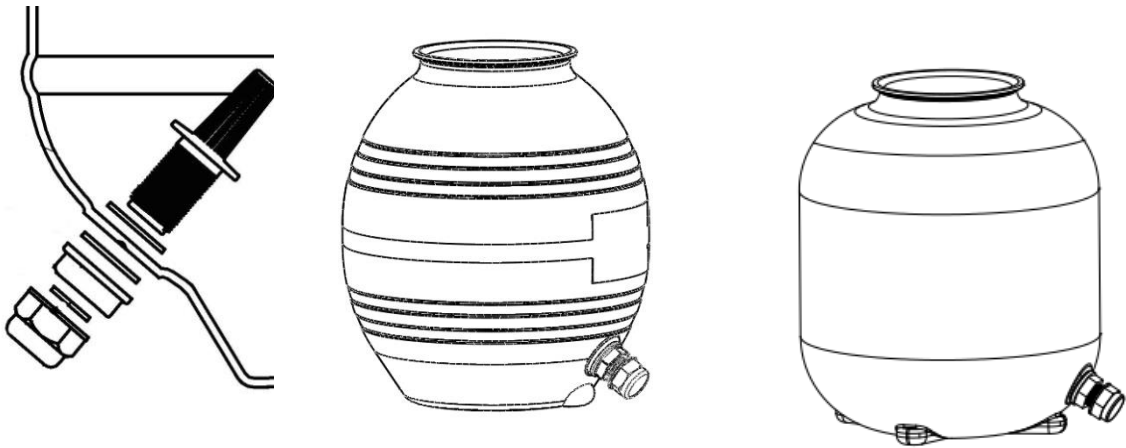

Fig. 2
2. Installer le filtre d'évacuation sur le réservoir de filtre à sable comme illustré dans la Fig. 2.